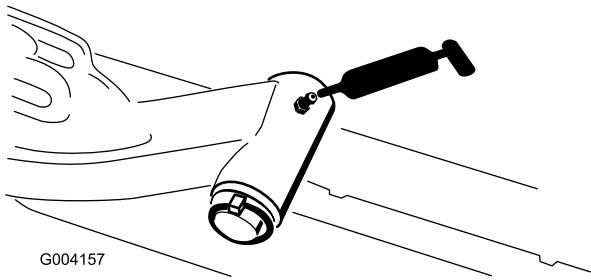

Figura 47
- Eixo das articulações do braço de elevação (1 cada) (Figura 47)